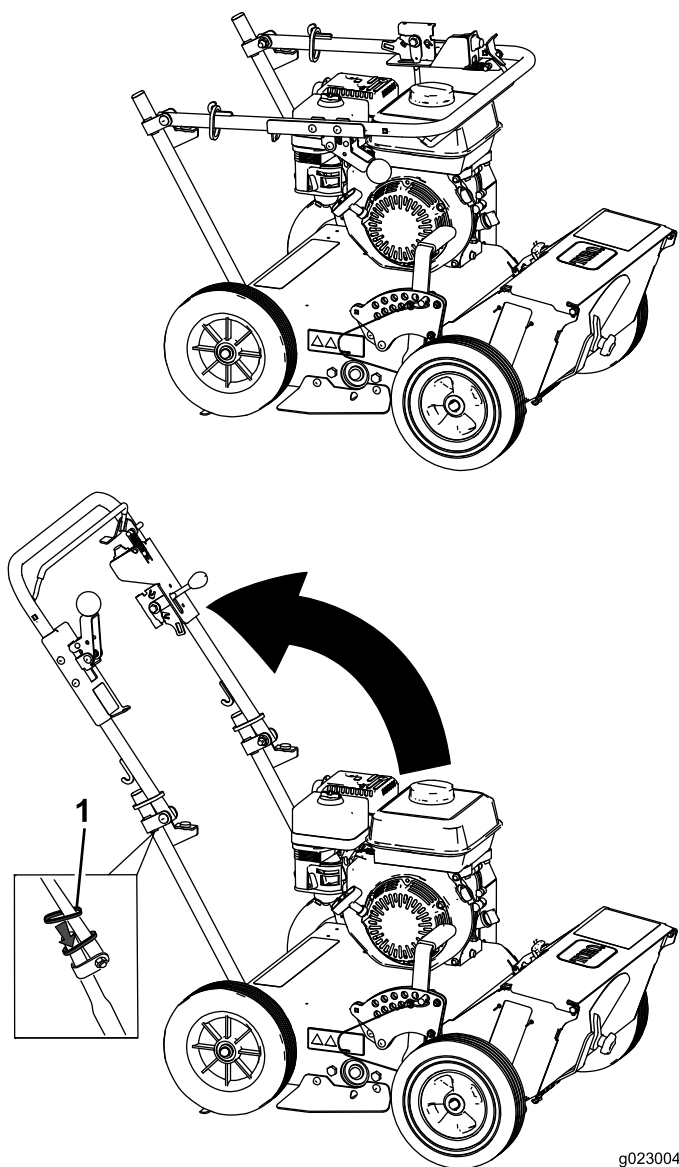

Figure 4
1. Relevez le guidon en position d'utilisation (Figure 4).
2. Descendez sur la partie inférieure du guidon les anneaux de blocage ovales situés de chaque côté de la partie supérieure (Figure 4) pour verrouiller les deux parties ensemble.